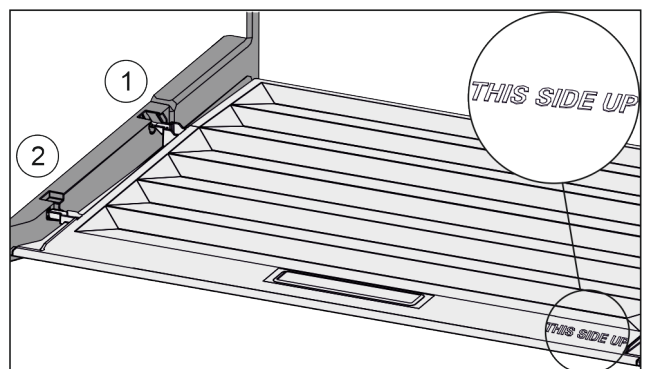

Fig. 49
- ▶ Dekselranden via de opening van de achterste houder Fig. 49 (1) aanbrengen en van voren in de houder Fig. 49 (2) klikken.